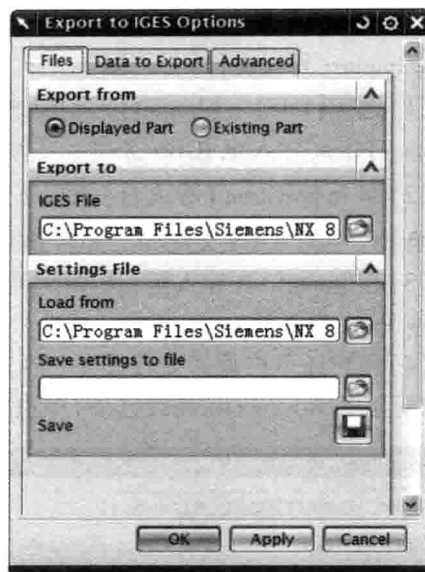

图 1-13 Export to IGES Options - Files 对话框
(1) 选择【Files】→【Export】→【IGES】命令,弹出如图 1-13 所示的 Export to IGES Options - Files(导出至 IGES 选项 - 文件)对话框。
(2) 在 Export from(导出自)选项下从 Displayed Part(当前显示部件)和 Existing Part(现有部件)中进行选择需转换成 IGES 格式的 prt 文件。
(3) 在 Export to(导出至)选项下,点击 IGES Files 后面的  按钮打开 IGES Files 的